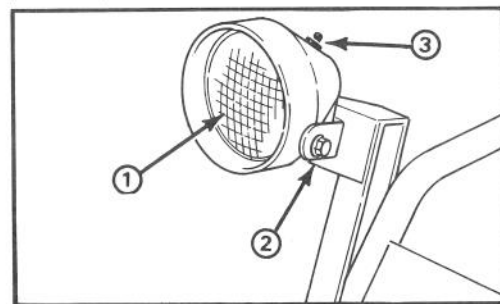

Abbildung 19
1. Den Scheinwerfer in die gewünschte Stellung drehen. Wenn das nur schwer möglich ist, die Befestigungsmutter lösen (Abb. 19).
3. Um den Scheinwerfer einzuschalten, bitten den Schalter oben am Scheinwerfer betätigen (Abb. 19).